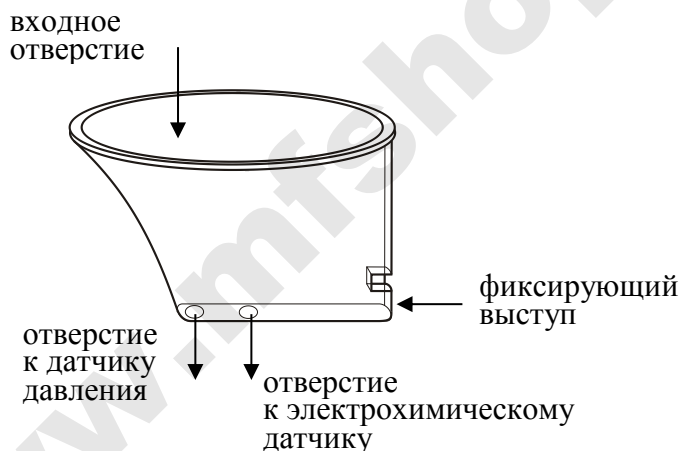

Рисунок 3 – Мундштук-воронка
1.4.17 Многоцветный мундштук-воронка (рисунок 3) формирует поток выдыхаемого воздуха для отбора пробы в режиме скрининга.